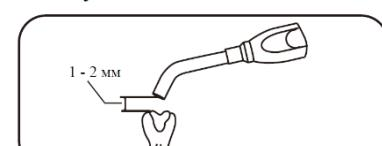

Рисунок 3
2) Удерживайте световод на расстоянии 1 - 2 мм от поверхности во избежание негативного влияния на результат. (Рисунок 3);